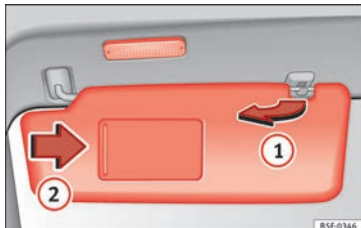

Bild 142 Solskydd
- Solskyddet kan dras ut ur infästningen och vridas mot dörren » bild 142 ①.